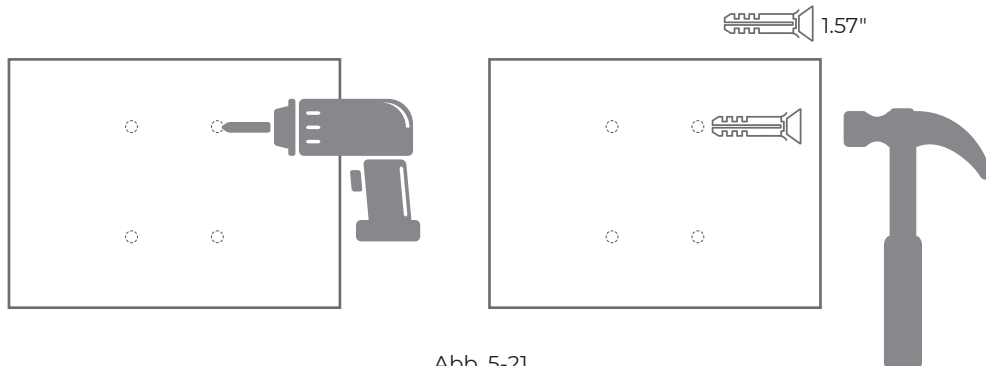

Abb. 5-21
3. Bohren Sie die Montagelöcher mindestens 40 mm tief in die Wand und schlagen Sie die Kunststoff-Spreizdübel in die Löcher. (Siehe Abb. 5-21)